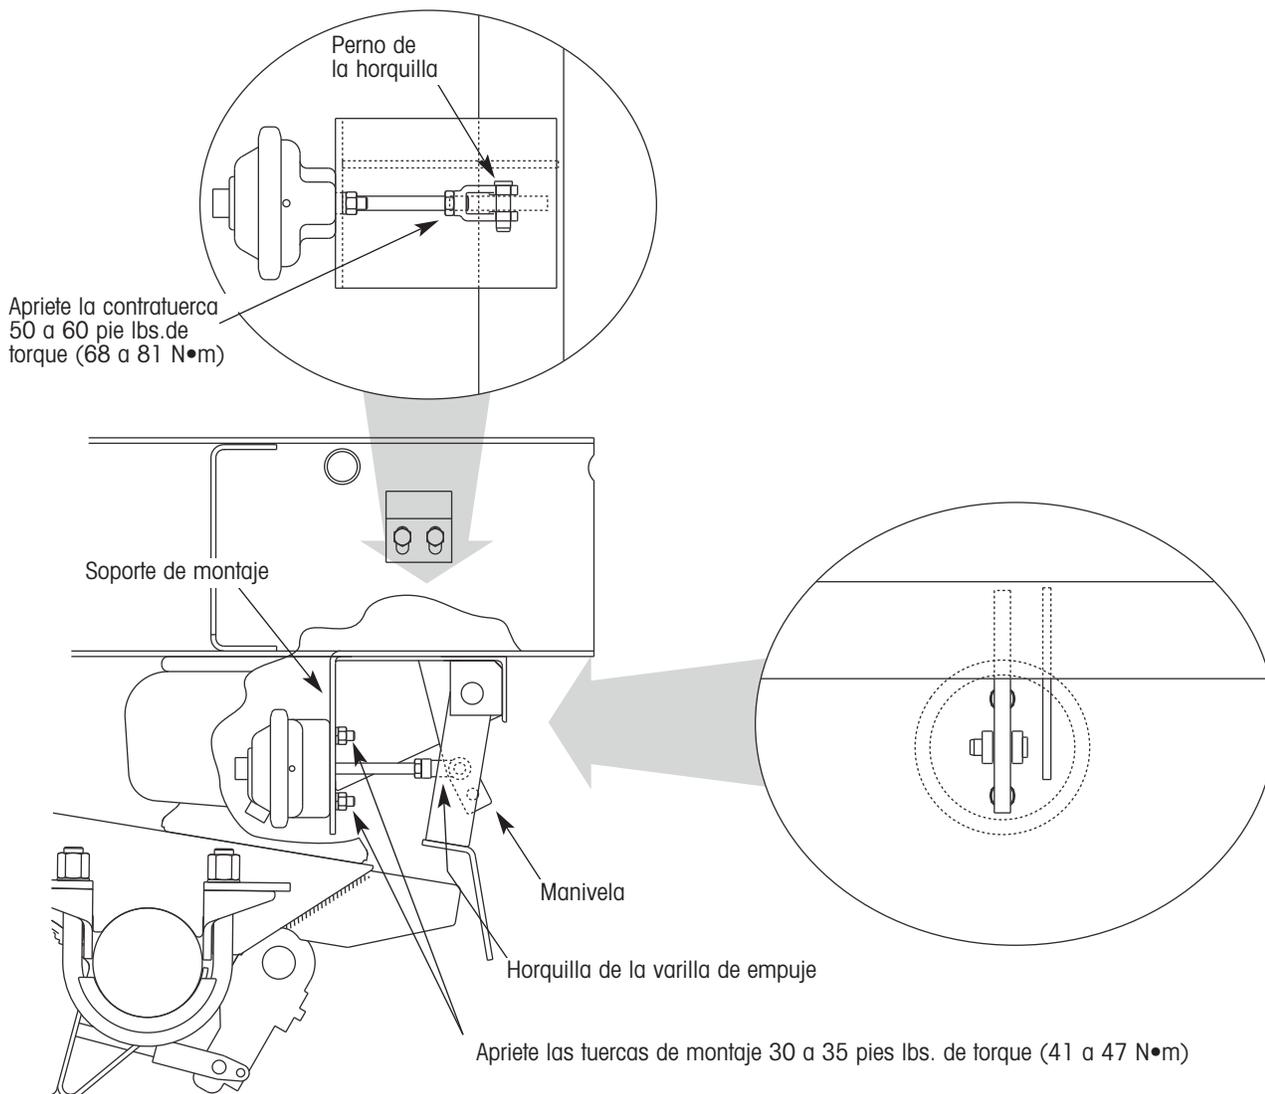

Figura 49. Detalles de la instalación del actuador tipo cámara de frenos para HS190T/HS230
18. Deslice la varilla de empuje de la cámara de frenos a través del soporte de montaje (figura 49). Alinee la horquilla de la varilla de empuje con el agujero superior de la manivela. Inserte el perno de la horquilla a través de la horquilla y la manivela. Asegure el perno de la horquilla con una chaveta.
19. Apriete las tuercas de montaje de la cámara de frenos (figura 49) a un torque de 30 a 35 pie lbs. (41 a 47 N•m). Apriete la contratuerca en la varilla de empuje a un torque de 50 a 60 pie lbs. (68 a 81 N•m).
- Deslice la varilla de empuje de la cámara de frenos a través del soporte de montaje (figura 49). Alinee la horquilla de la varilla de empuje con el agujero superior de la manivela. Inserte el perno de la horquilla a través de la horquilla y la manivela. Asegure el perno de la horquilla con una chaveta.
4. Apriete las tuercas de montaje de la cámara de frenos (figura 49) a un torque de 30 a 35 pie lbs. (41 a 47 N•m). Apriete la contratuerca en la barra de empuje a un torque de 50 a 60 pie lbs. (68 a 81 N•m).